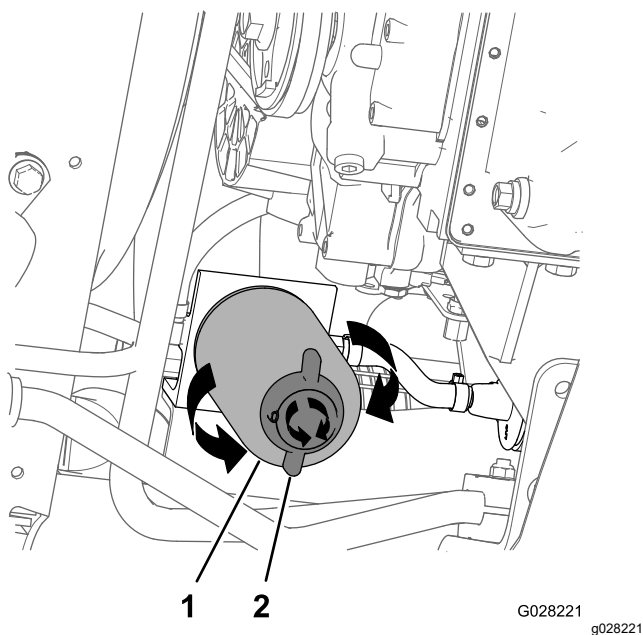

Figure 81
4. Placez un bac de vidange sous le filtre à carburant; voir Figure 81 sous Remplacement du filtre séparateur d'eau \(page 67\).
2. Placez un bac de vidange sous le filtre séparateur d'eau (Figure 81).
3. Tournez la vanne de vidange au bas du filtre séparateur d'eau dans le sens antihoraire (Figure 81).
4. Nettoyez la surface autour du filtre séparateur d'eau et du support de l'adaptateur (Figure 81).
5. Déposez le filtre séparateur d'eau (Figure 81).
9. Tournez fermement la vanne de vidange au bas du filtre séparateur d'eau dans le sens horaire (Figure 81).